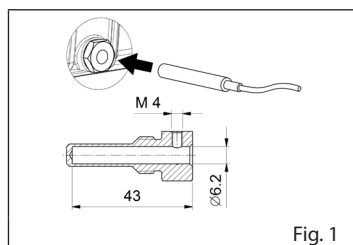

Fig. 1
- 4.8 Forbered en temperaturføler på pumpen inde i olieaftappingsproppen (fig.1) eller direkte i kontakt med smøreolien (erstat den med olieaftappingsproppen) og tilslut den til systemet på en sådan måde, at den signalerer og blokerer pumpen i tilfælde af temperaturstigning ud over grænserne angivet i brugs- og vedligeholdelsesmanualen eller i det tekniske datahæfte (hvis det findes). Dette udstyr skal samles af kunden, af sagkyndigt personale og i overensstemmelse med de gældende regler.